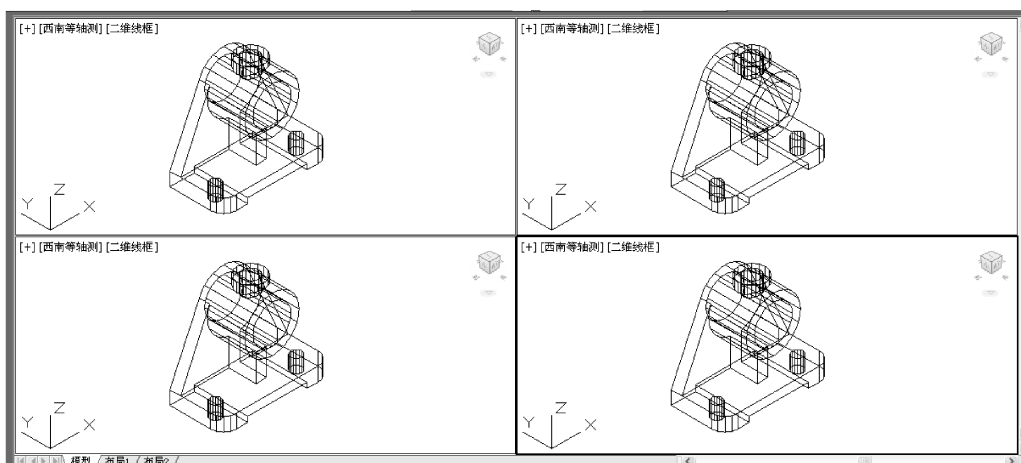

图 10-47 轴承座模型空间四视口
- Step 2** 创建轴承座模型空间四视口：调用“视口”工具栏的“显示“视口”对话框”命令，打开“视口”对话框(图 9-10)。在“标准视口”列表中选择“四个：相等”选项，单击“确定”按钮，显示轴承座模型空间四视口，如图 10-47 所示。